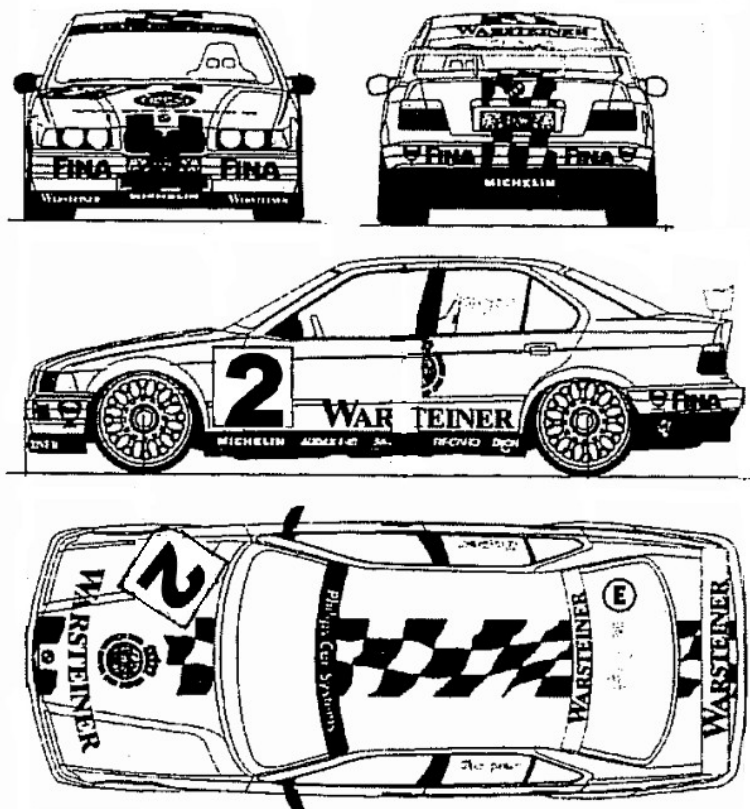

Figura 22: Posizione dei numeri gara sulla carrozzeria di un automodello in scala 1/5
- 7.1.6** **Disposizione numeri di gara:** prima della partenza delle manche di qualifica e delle fasi finali i Piloti sono obbligati a posizionare sulla propria carrozzeria i numeri di gara, consegnati dagli Organizzatori, con la disposizione mostrata in Figura 22 (oppure diversamente consigliata dal Direttore di Gara), al fine di garantire una maggiore visibilità da parte della Direzione di Gara. La non corretta posizione dei numeri gara comporta il richiamo del modello del Pilota, da parte del Direttore di Gara, in modo tale che questi li disponga come da Regolamento (vedi Figura 22).